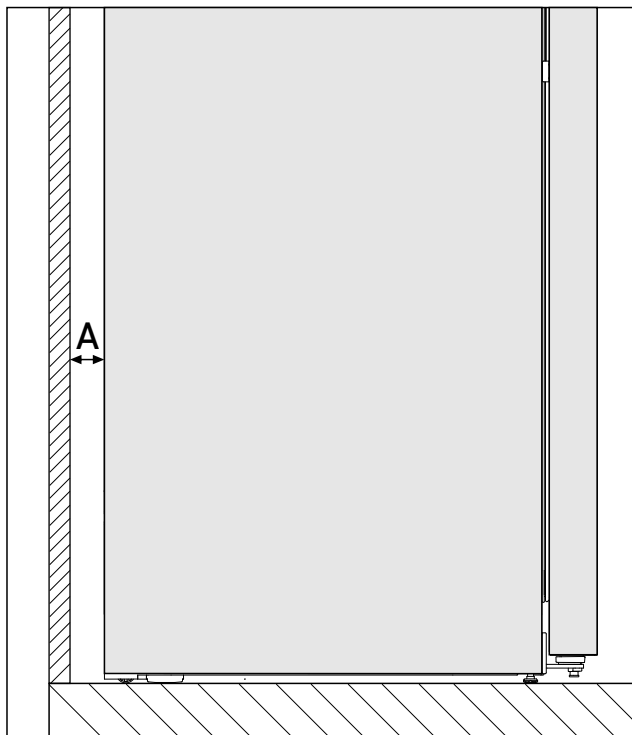

Fig. 3 *
Het energieverbruik is bepaald met een afstand tot de muur *Fig. 3 (A)* tussen de apparaatchterzijde en wand bepaald. Als de afstand tot de muur kleiner is dan *Fig. 3 (A)* heeft dit geen invloed op de werking van het apparaat, maar bij een kleinere afstand tot de muur neemt het energieverbruik enigszins toe.*